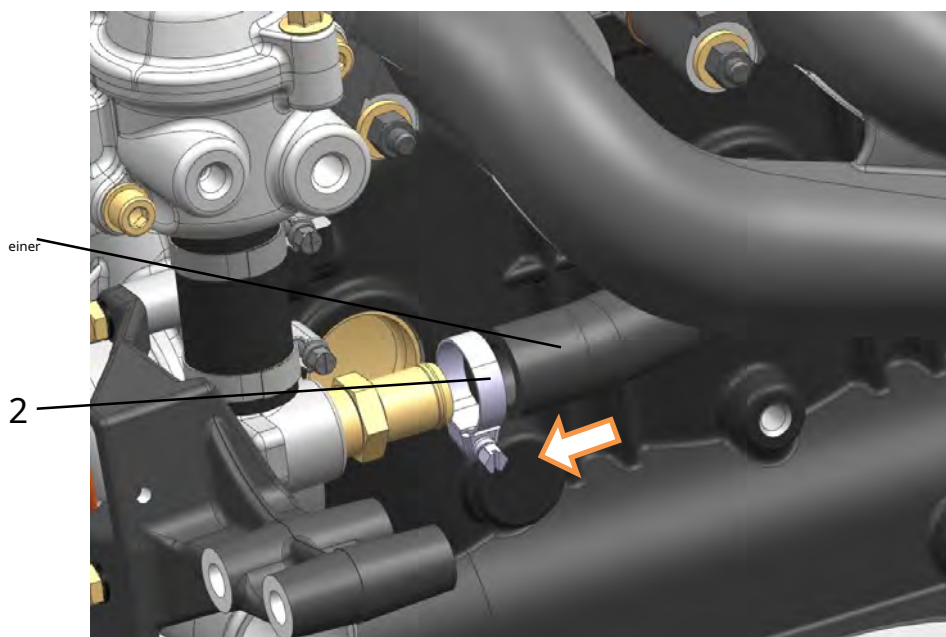

Abb. 175. Kühlmittelansaugschlauch montieren:
22. Schlauch 1 (Abb. 175) anschließen